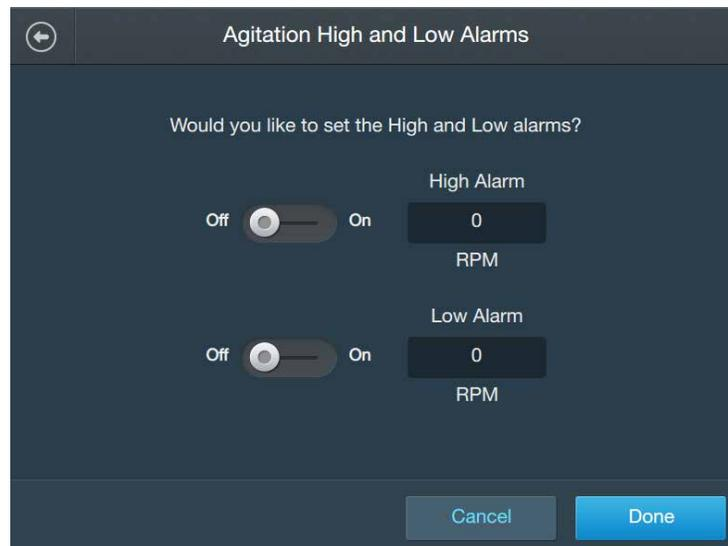

Abbildung 3.19. Bildschirm „Agitation High and Low Alarms“ (Maximal- und Minimalwertalarm für den Mischprozess).
4. Im daraufhin angezeigten Bildschirm (Abbildung 3.19) gibt es jeweils getrennte Bereiche für den „High Alarm“ (Maximalwertalarm) und den „Low Alarm“ (Minimalwertalarm). Um den Minimalwertalarm zu konfigurieren, schieben Sie den